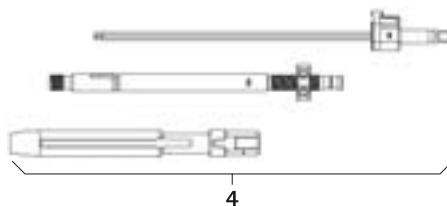

Fig. 8
- Montare la leva da riduzione 4, vedere Fig. 8.